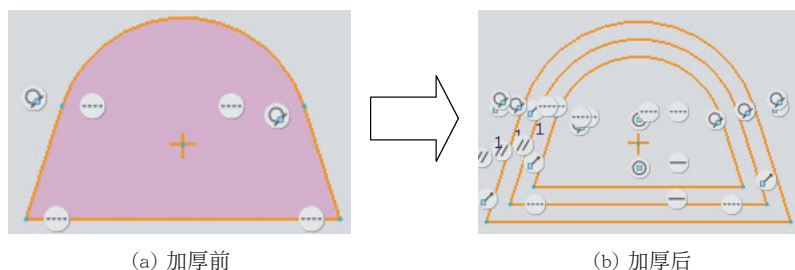

图 3.44 环
- (3) ☒ 环(L) 单选框：用于选取整个环作为加厚对象，如图 3.44 所示。